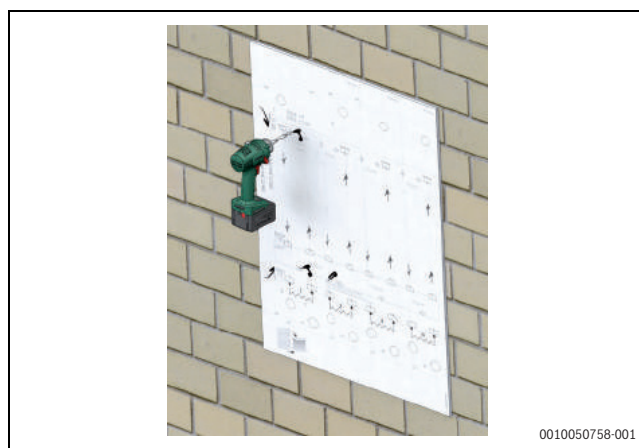

Bild 133 Bohrungen in die Wand einbringen
3. Bohrschablone in der Position, in der das Modul installiert werden soll, an der Wand platzieren. Nach Befestigung der Bohrschablone die entsprechenden Löcher bohren (→ Abb. 133).